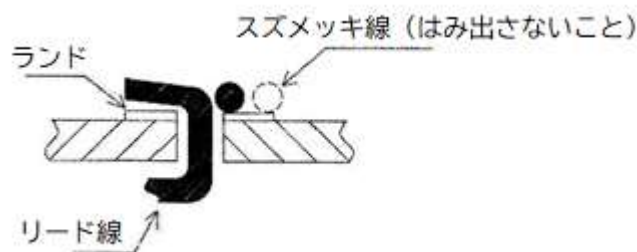

図9 抵抗とリード線との接続
- ⑧ 抵抗等のリード線とスズメッキ線を接続する場合は、図9のようにランドの中央寄りで接続するものとし、ランドの外周をはみ出さないこと。